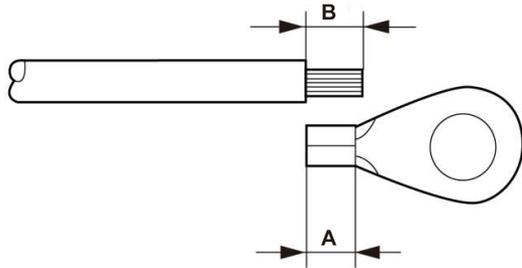

Figura 5.12 Longitud adecuada
3. Pele el aislamiento del cable de tierra a una longitud adecuada (véase la figura 5.12).